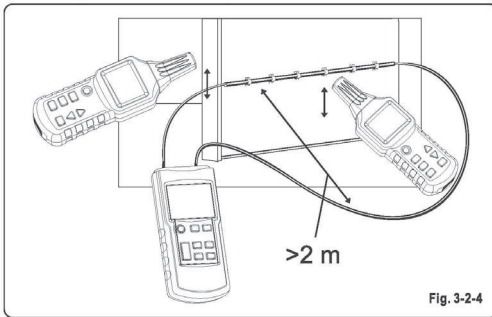

Fig. 3-2-4
*Conecte el emisor de la forma que se muestra en la Fig.3-2-4;